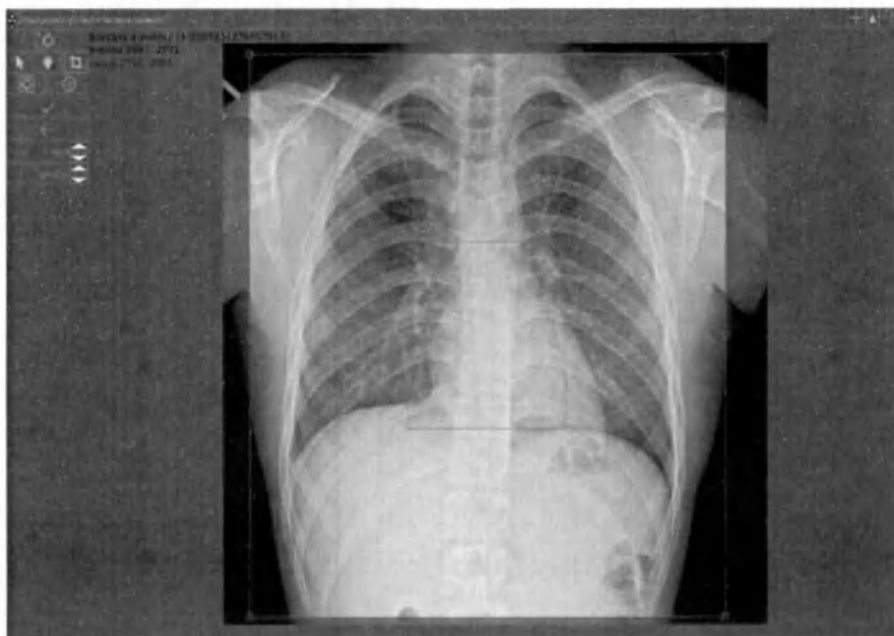

Рис. 90 Окно "Настройка области печати снимка" (Кадрирование)
– При нажатии функциональной кнопки «Кадрирование» откроется окно «Настройка области печати снимка» (Рис. 90 Окно "Настройка области печати снимка" (Кадрирование));